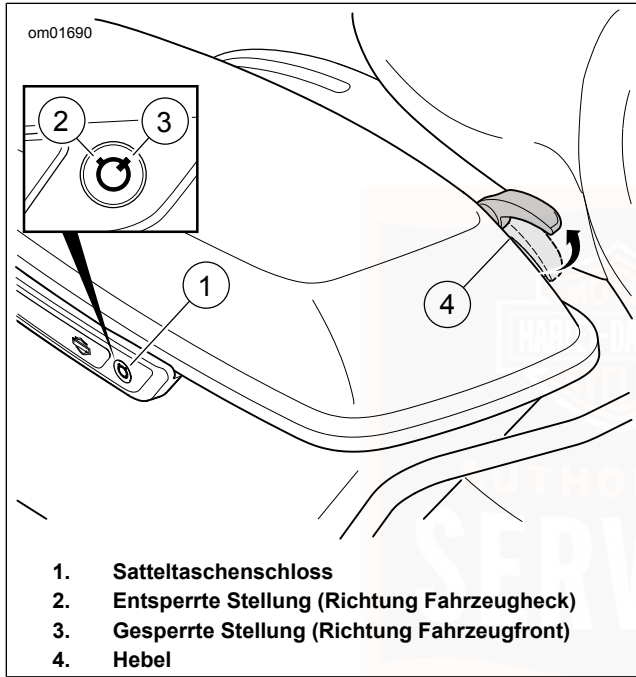

Abbildung 54. Satteltasche
1. Siehe Abbildung 54. Das Satteltaschenschloss mit dem Zündschlüssel entriegeln.
1. Siehe Abbildung 54. Den Satteltaschendeckel zuklappen.
1. Siehe Abbildung 54. Die Satteltasche öffnen.